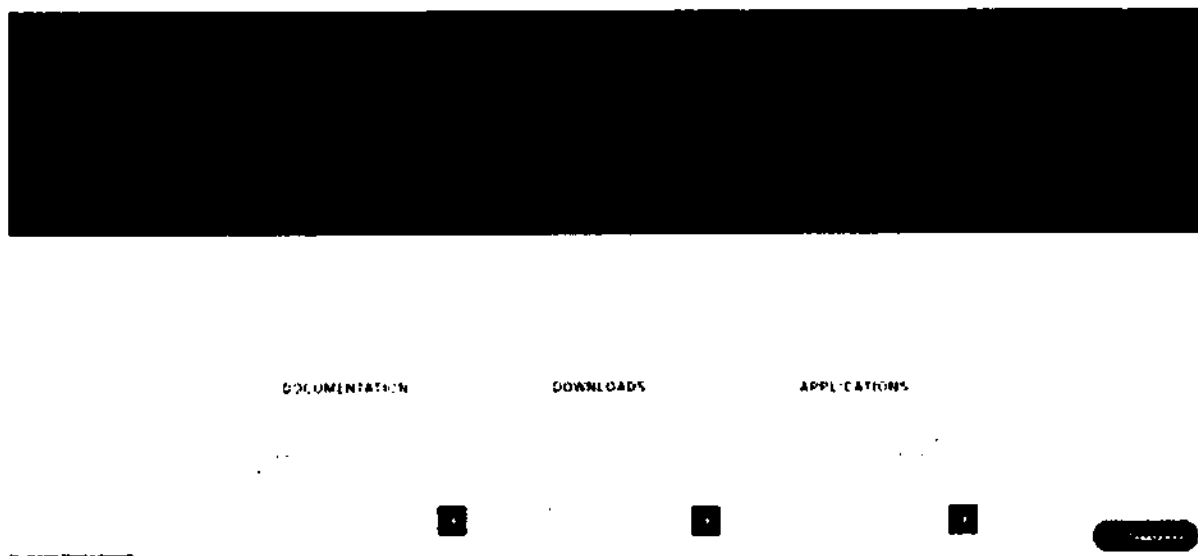

Рисунок A13
- выберите SDK и нажмите “DOWNLOADS” (рисунок A13);